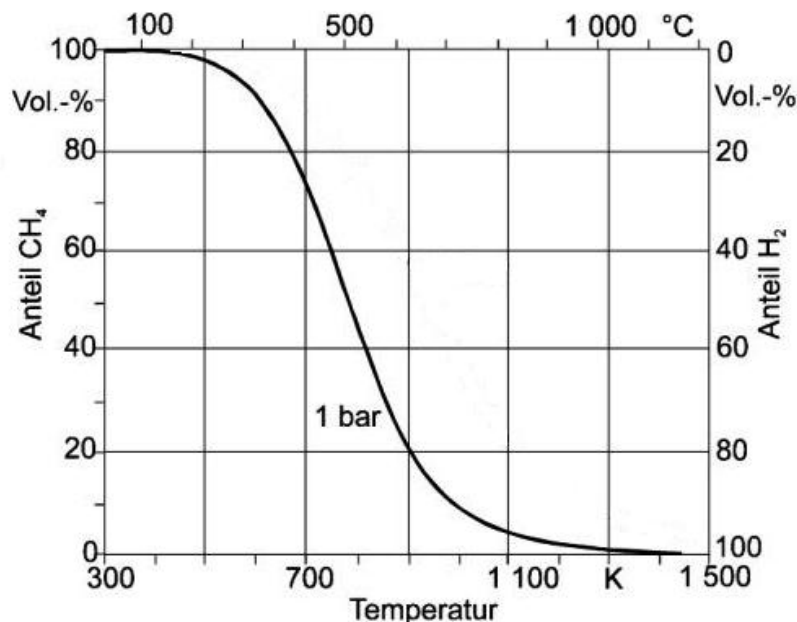

Abb. 2: Lage des CH₄/H₂-Gleichgewichts¹
2.2 Ein weiterer Störfaktor, der die Zusammensetzung des Synthesegases negativ beeinflusst, ist die Methanisierung. Hierbei reagiert der entstandene Wasserstoff mit Kohlenstoff zu Methan. Abbildung 2 zeigt die Lage des Gleichgewichts der beschriebenen Reaktion in Abhängigkeit von der Temperatur: